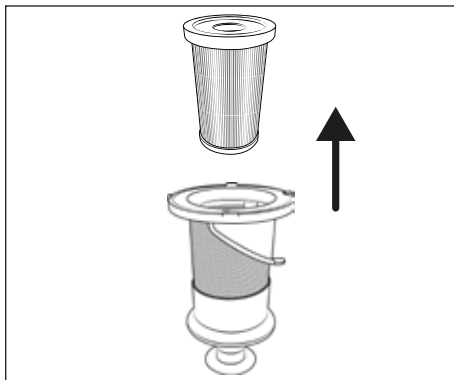

Fig. 20
- 3) Rimuovere il filtro EPA **5** dal filtro in acciaio inox **6** afferrando il filtro EPA **5** dall'apertura e tirandolo fuori dal filtro in acciaio inox **6** (vedere fig. 20).